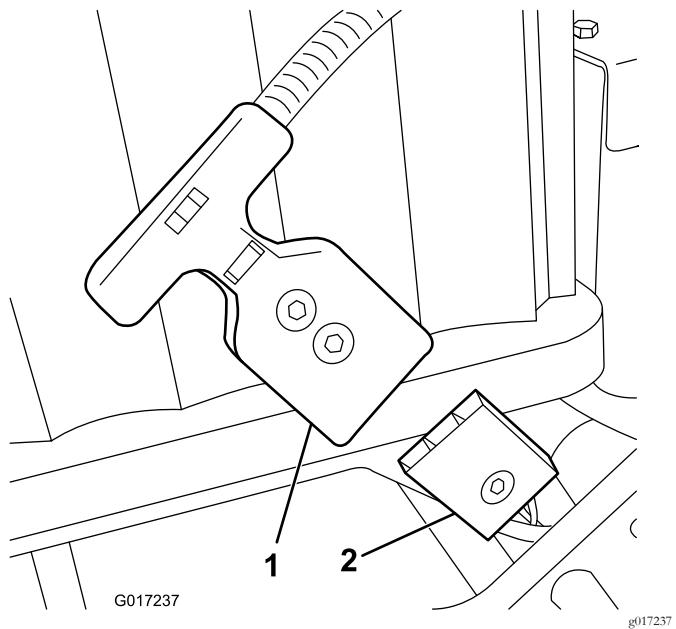

Figura 17
Nota: Se não conseguir combinar o receptáculo da bateria com o tampão da cablagem da máquina enquanto a bateria estiver instalada, pode ligar a cablagem à bateria e, em seguida, instalar a bateria. Retire o conector da alimentação principal (Figura 17) da base da bateria. Instale o conector na bateria como descrito. Instale a bateria na base, enroscando a cablagem ligada através do furo adequado e, em seguida, prenda o conector principal à base da bateria utilizando os dispositivos de fixação previamente removidos.
16. Ligue o conector da pega em T da cablagem principal ao conector de alimentação na base da bateria (Figura 17).